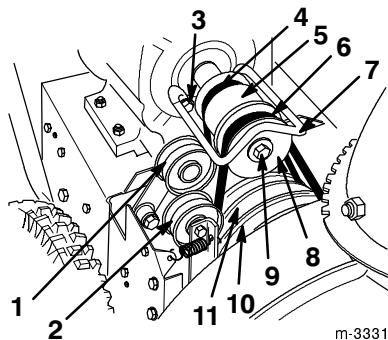

Figure 17
Si la courroie de traction (Fig. 17) est usée, imbibée d'huile ou endommagée de quelque autre manière, remplacez-la par une courroie neuve. Vous pouvez acheter une courroie neuve chez votre concessionnaire Toro agréé.
- 5.** Retirez les 2 vis, rondelles et rondelles-frein de fixation du guide-courroie (Fig. 17).
- 6.** Retirez la vis du vilebrequin du moteur avec sa rondelle et sa rondelle-frein (Fig. 17).
- 7.** Détachez et déposez la poulie à gorge du moteur (Fig. 17).
- 9.** Déposez la poulie du moteur (Fig. 17).
- 10.** Retirez la courroie de traction hors de la poulie de traction et du vilebrequin du moteur (Fig. 17).
- 11.** Tirez la poulie folle de traction vers l'extérieur et mettez en place la nouvelle courroie de traction (Fig. 17).
- 13.** Tirez la poulie folle vers l'extérieur et passez la courroie d'entraînement de tarière/roue hélice devant la poulie du moteur, en veillant à la faire passer du côté intérieur de la poulie folle (Fig. 17).
5. Retirez les 2 vis, rondelles et rondelles-frein de fixation du guide-courroie (Fig. 17).
6. Retirez la vis du vilebrequin du moteur avec sa rondelle et sa rondelle-frein (Fig. 17).
7. Détachez et déposez la poulie à gorge du moteur (Fig. 17).
8. Déposez la courroie d'entraînement de tarière/roue hélice (Fig. 17).
9. Tirez la poulie folle vers l'extérieur et passez la courroie neuve autour de la grande poulie de tarière/roue hélice (Fig. 17).